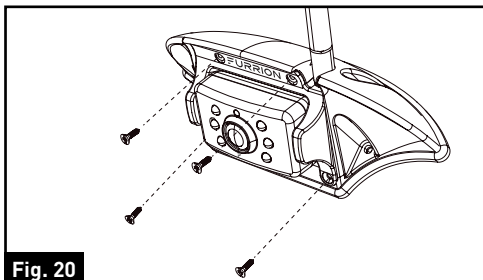

Fig. 20
12. Coloque con cuidado la cámara en el soporte y asegúrela con 4 tornillos autorroscantes de cabeza plana. Asegúrese de que las conexiones y la antena de la cámara estén bien aseguradas. (Fig. 20)